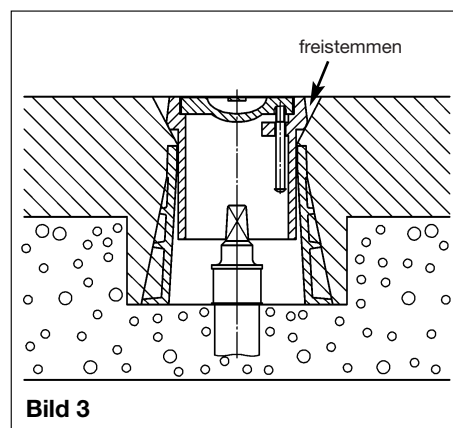

Bild 3
- Innenteil der Straßenkappe lösen. Dazu um den oberen Rand herum freistimmen. (**Bild 3**)